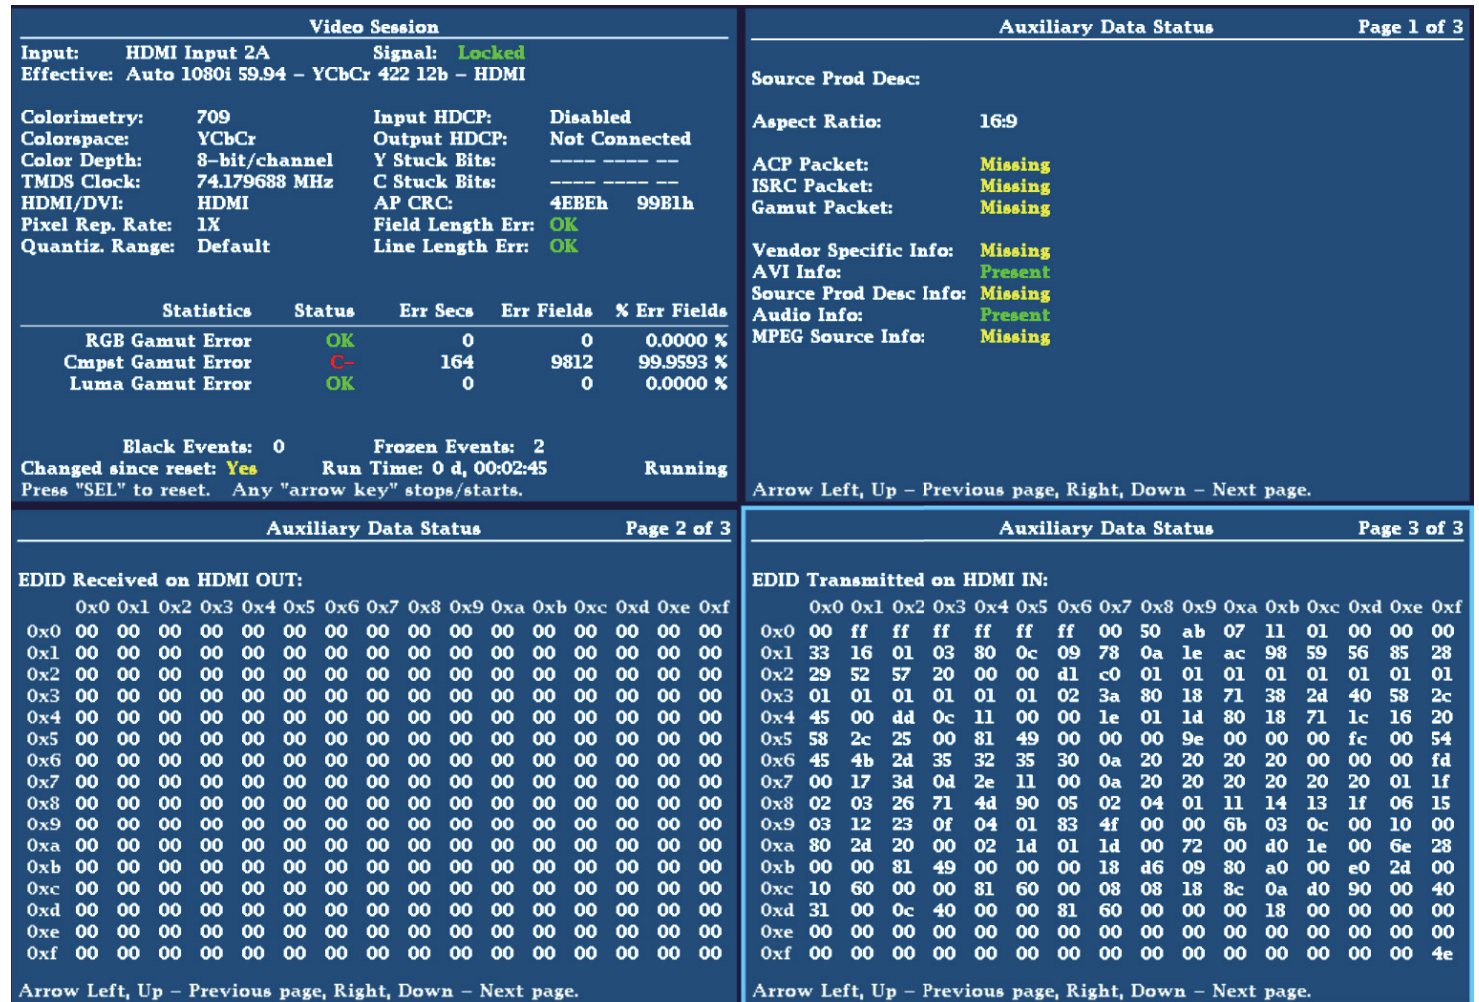

图1. HDMI输入的辅助数据状态(Aux Data Status)和视频会话(Video Session)。
2. 按下Help按钮，同时在这个Aux Data Status(辅助数据状态)显示屏面上出现EDID语法的简要信息，如图1所示。